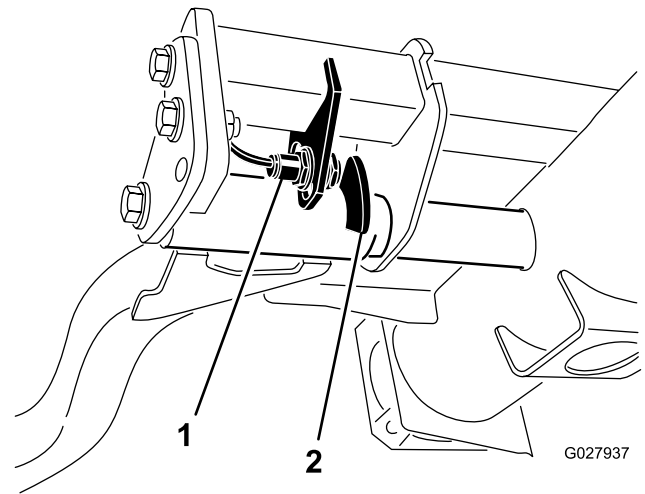

Figura 38
2. O interruptor do braço de elevação encontra-se por baixo do depósito hidráulico por trás do braço de elevação direito dianteiro (Figura 38).